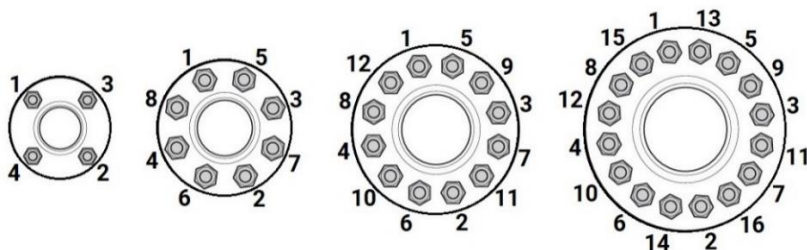

Рисунок 7 – Порядок затяжки крепежных болтов/шпилек
5.21. Далее, при открытом положении ЗДПМ, производится окончательная затяжка шпилек/болтов по перекрестной схеме (см. рис. 7). Рекомендуемые моменты затяжки указаны в таблице 4.